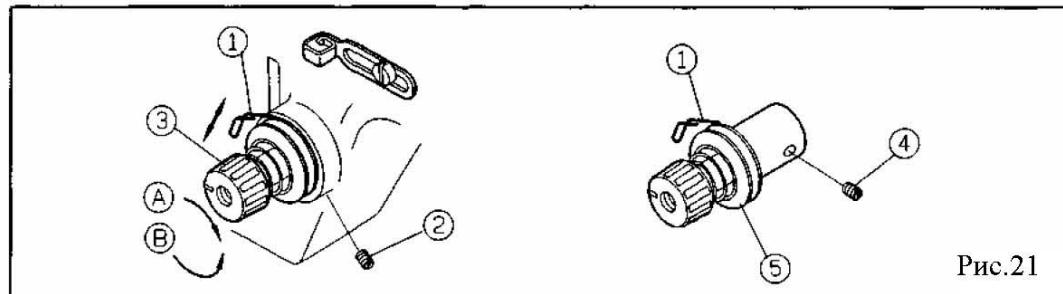

Рис.21
1. Регулировка натяжного устройства пружиной 1 (Рис.21)